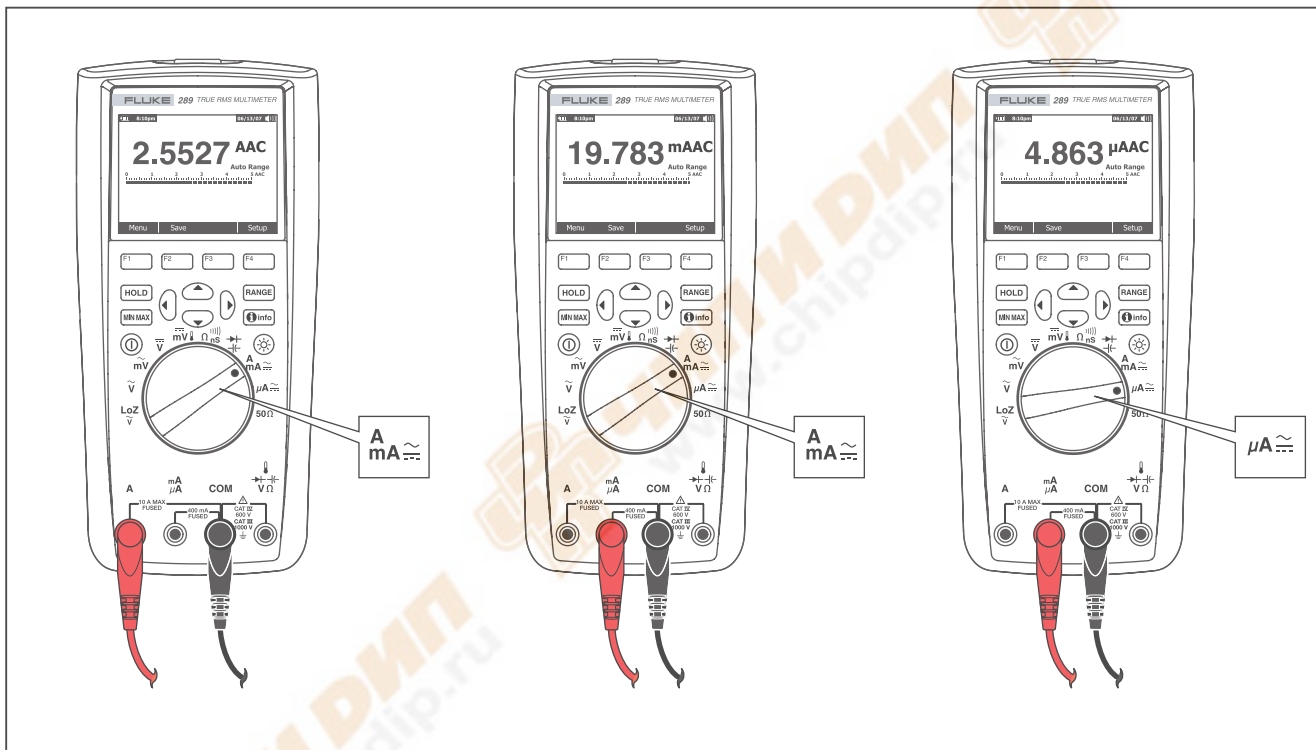

Рисунок 21. Настройка для измерения тока
3. Если используется клемма А, установите поворотный переключатель в $\overset{A}{\mu}A$. Если используется клемма mA/μA, установите поворотный переключатель в положение μA для токов ниже 5 000 μA (мкА) (5 мА) или в положение $\overset{A}{m}A$ для токов выше 5 000 мкА. См. рисунок 21 для получения информации по подключениям испытательных концов и выбору функций. Обратитесь к разделу “Функция Input Alert” для получения информации по предупреждениям, которые использует измеритель, когда концы при измерении тока подключены неправильно.